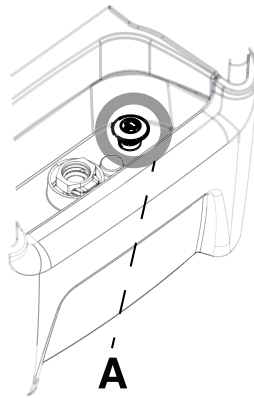

Abbildung 3-31: Ablassstopfen
- Den Ablassstopfen an der Steuerung (Abbildung 3-31 auf Seite 3-48) herausziehen, um den Ablass zu öffnen.